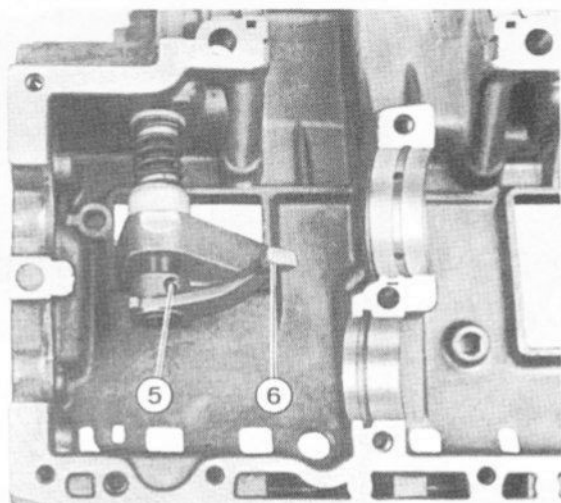

Fig. 6.27 Doigt de sélection (6) et goupilles cylindriques (5) (Sec 8)
15 Chasser les deux goupilles cylindriques (5) du doigt de commande (6) et déposer le doigt, Fig. 6.27.